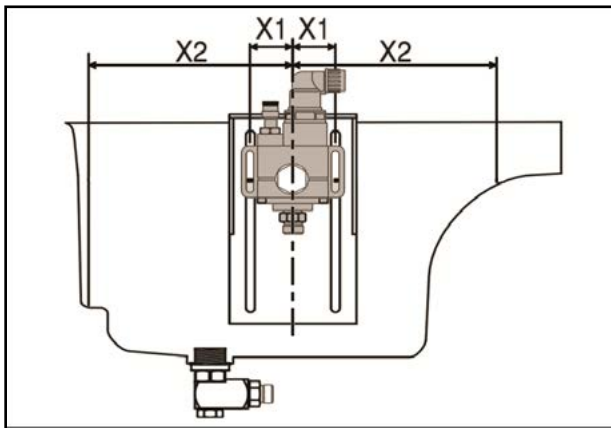

Abbildung 4.3 Festlegen der Einbauposition der Halterung für den Füllstandsensor im Kurbelgehäuse.
5. Legen Sie die Position des Füllstandsensors im Kurbelgehäuse fest. Die richtige Position ist genau in der Mitte zwischen der Vorder- und der Rückseite des Kurbelgehäuses (Abbildung 4.3) und so nahe wie möglich an der Seite des Kurbelgehäuses.